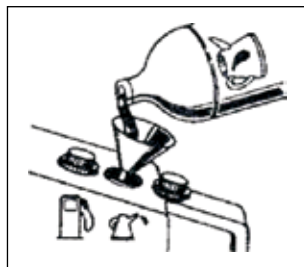

рис. 5
- Для заполнения маслобака (см. рис.5):